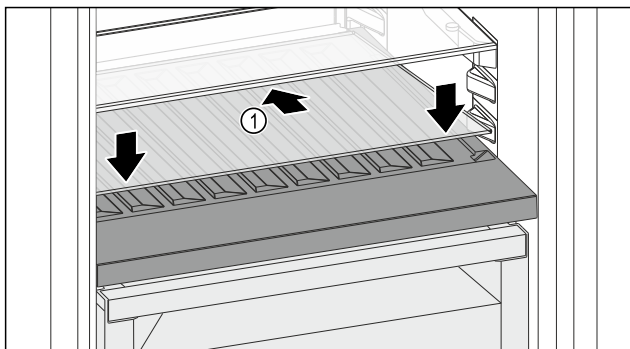

Fig. 158
- Helyezze be ferdén, hátul lefelé döntve az üveglapot Fig. 158 (1).
- Engedje le az üveglap Fig. 158 (1) elejét.